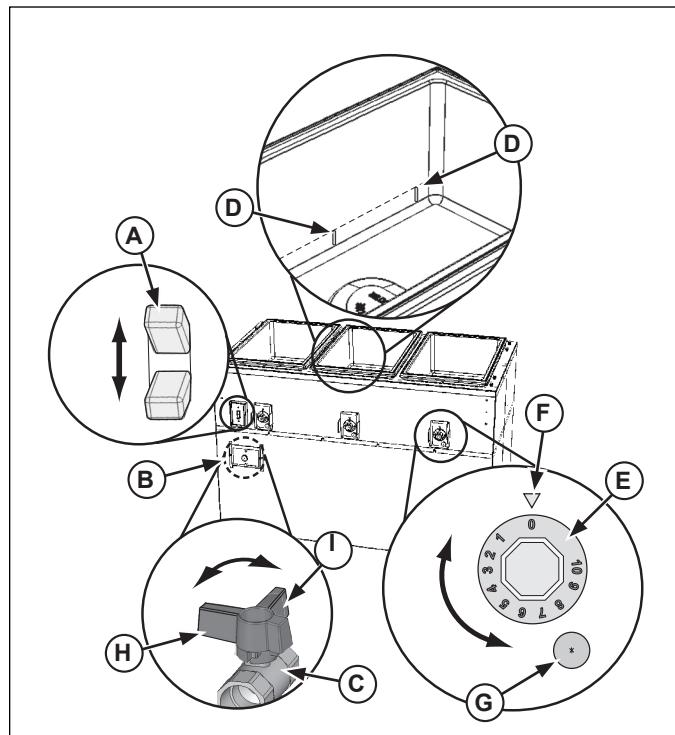

Figure 2. Commandes de station pour aliments chauds Deluxe
- Ouvrez la porte d'accès au robinet (B) et assurez-vous que le robinet de vidange (C) est en position fermée (H). Voir la figure 2.
- Remplissez le compartiment d'eau fraîche et claire jusqu'au repère de niveau correct (D). Le niveau correct se situe à 2,5 cm (1 po) environ. Ne remplissez pas trop.
- Préchauffez l'eau dans les compartiments en les couvrant avec des bacs à aliments vides ou des couvercles. Mettez l'interrupteur (A) en position Marche ou tournez le thermostat (E) à la température maximum. Préchauffez pendant 45 minutes. L'eau est portée à ébullition.
- Réglez le ou les thermostats (E) pour maintenir les aliments à la température correcte de maintien au chaud pour préserver la sécurité. Vérifiez régulièrement la température des aliments.
- Ouvrez la porte d'accès au robinet (A) et assurez-vous que le robinet de vidange est en position fermée (D). Voir la figure 2.
- Placez l'interrupteur (A) en position Marche. Cet appareil n'a pas de thermostat. Laissez fonctionner l'appareil pendant 30 minutes environ. Pour la meilleure performance en utilisant de la glace avec cet appareil, laissez fonctionner l'appareil pendant 2 heures environ avant d'ajouter de la glace. Ceci permettra à la glace de rester solide.